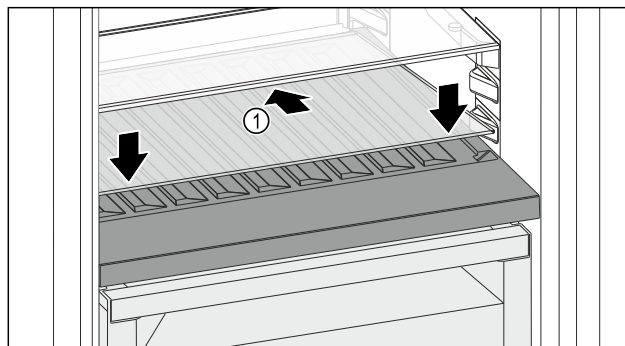

Fig. 109
- Posizionare il ripiano di vetro Fig. 109 (1) inclinato indietro e verso il basso.
- Abbassare la parte anteriore del ripiano di vetro Fig. 109 (1).